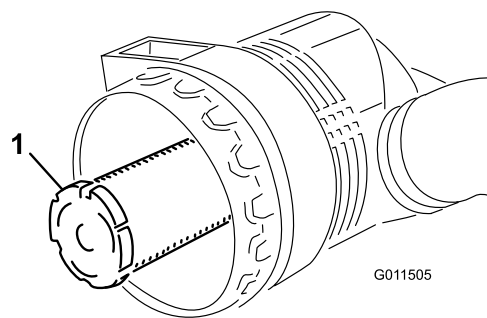

Figura 53
**Importante:** Non cercate mai di pulire il filtro di sicurezza (Figura 53). Sostituitelo con uno nuovo ogni tre revisioni del filtro primario.